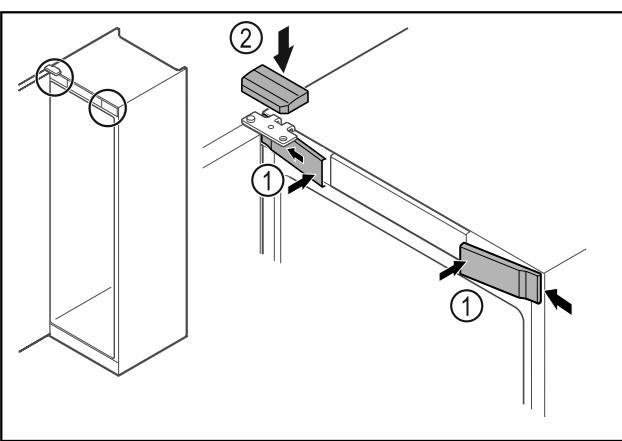

Fig. 27
► Bočno zakvačite prednje poklopce Fig. 27 (1) i uglavite ih.
► Uglavite gornji poklopac Fig. 27 (2) odozgo.